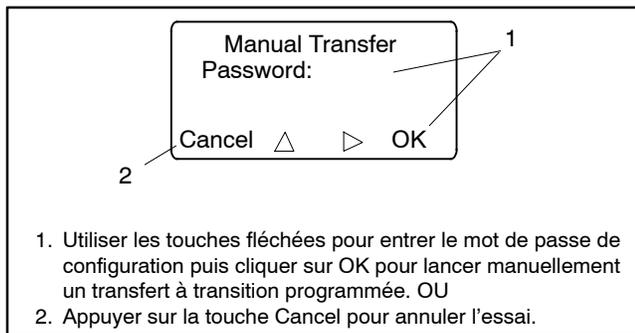

Figure 1-14 Menu de transfert manuel pour une transition programmée prioritaire
- Si la fonction prioritaire est réglée sur son mode manuel, l'utilisateur peut soit lancer un transfert de type transition programmée (mot de passe de configuration requis), soit annuler la séquence d'essai. Voir Figure 1-14. Si aucune action n'est effectuée, le contrôleur continue de surveiller l'état de synchronisation et bascule une fois que les sources sont synchronisées.